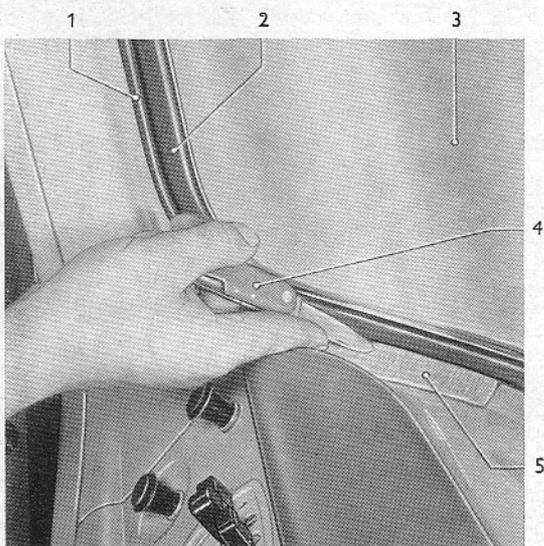

Bild 2 – Gummifassung an linker unterer Ecke der Windschutzscheibeninnenseite schräg nach oben durchschneiden
- b) Die auf der Windschutzscheibeninnenseite liegende Hälfte der Gummifassung mit einem Messer schräg nach oben durchschneiden (Bild 2).